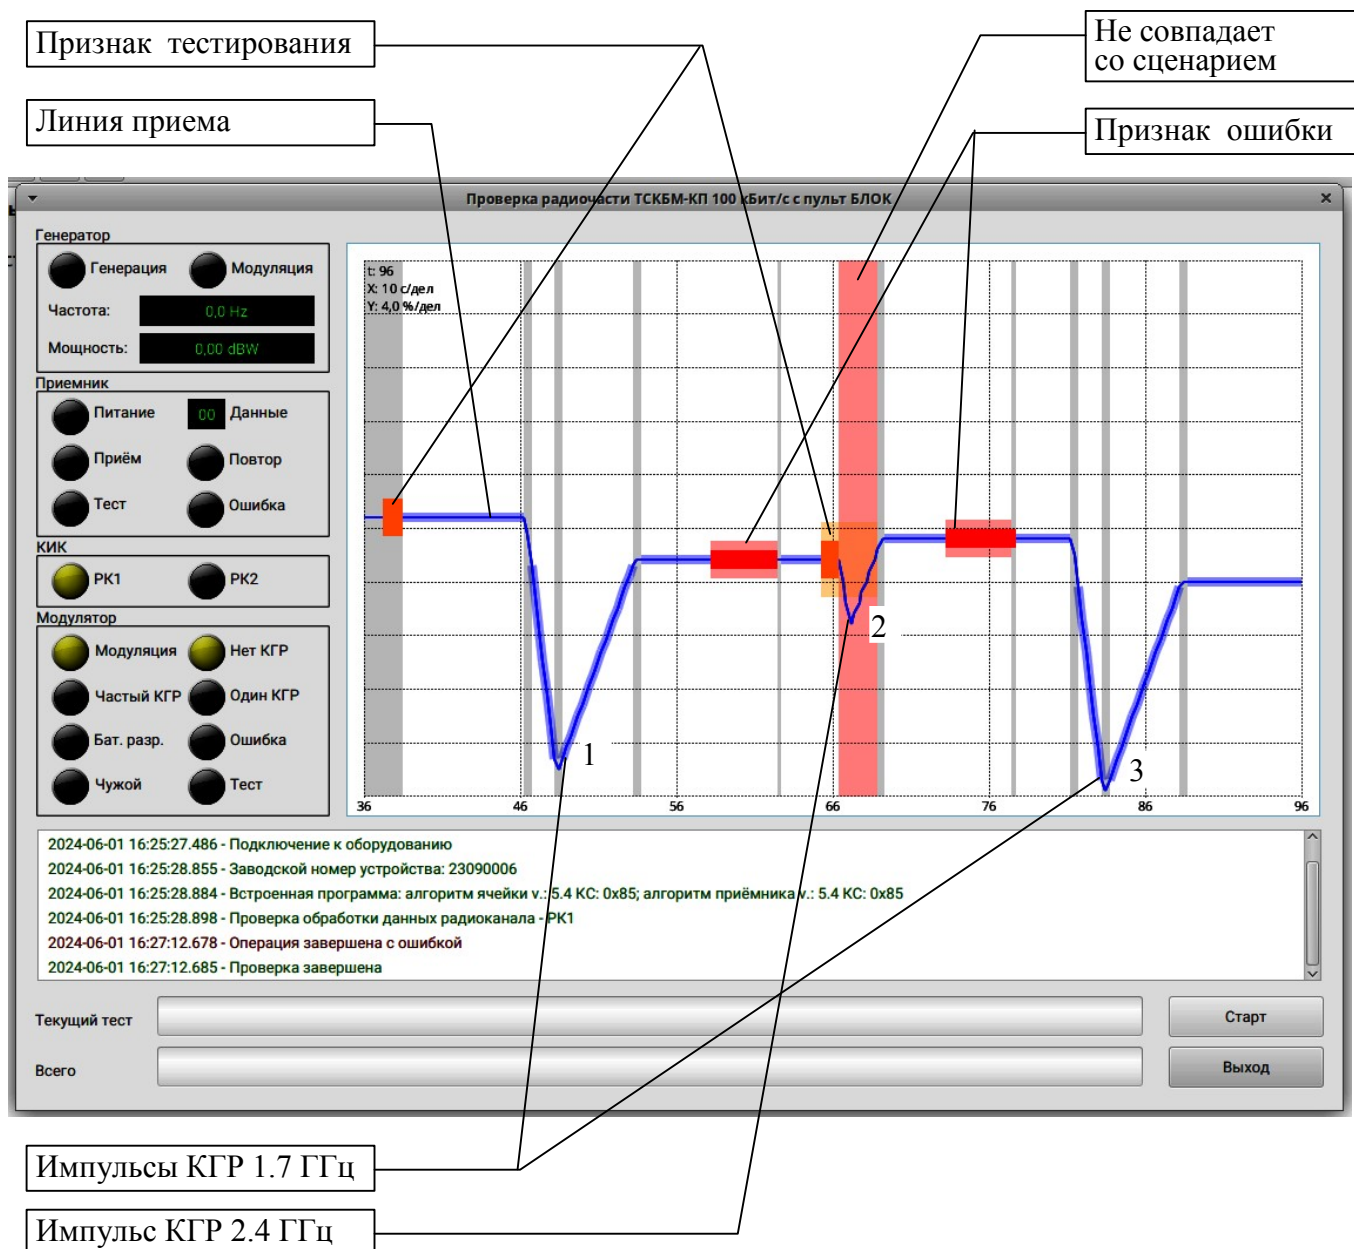

Рисунок 2.4.14.11 – Окно проверки СВЧ части ТСКБМ-КП: $1.7 > 2.4 - 2.4 > 1.7$ ГГц
2) Запустите программу: «Контроль ТСКБМ\Система БЛОК\Прибор ТСКБМ-КП (100 кБит-с)\ Проверка радиочасти (схема с пульт БЛОК)», см. п.2.3.2.1(в), рис. 2.4.14.2. Должно появиться окно «Проверка радиочасти части ТСКБМ-КП 100 кБит/с с пульт БЛОК» см. рисунок 2.4.14.11.
4) Должна начаться автоматическая проверка радиоприемника блока ТСКБМ-КП по радиоканалу 1.7 ГГц РК1. На блоке ТС-ТСКБМ загорится индикатор РК1. В области графика окна проверки радиочасти начнет появляться линия приема (график) принимаемого сигнала, рис. 2.4.14.11.
5) Дождитесь появления признака тестирования и 1-го импульса КГР на линии приема, рис. 2.4.14.11. Расположите прибор ТЛ-ТСКБМ 2.4 ГГц на расстоянии (0.2 – 0.4) м от открытой дверцы экранированного отсека ТСКБМ-Н блока ТС-ТСКБМ. Подождите (3 – 5) с от конца 1-го импульса КГР и включите прибор ТЛ-ТСКБМ 2.4 ГГц: выключатель «ПИТ» установите в положение «ВКЛ».
6) Индикатор «ВКЛ» на ТЛ-ТСКБМ 2.4 ГГц должен начать мигать и через время (3 – 6) с должен перейти в постоянное свечение, что свидетельствует об установлении радиосвязи между ТЛ-ТСКБМ и ТСКБМ-КП в диапазоне 2.4 ГГц. Подождите (3 – 5) с и нажмите кнопку «КГР» на ТЛ-ТСКБМ. На линии приема должен появиться 2-й импульс КГР 2.4 ГГц, рис. 2.4.14.11. Импульсы КГР 1.7 и 2.4 ГГц отличаются амплитудой: КГР 2.4 ГГц имеет меньшую амплитуду 6 %, чем КГР 1.7 ГГц с амплитудой 20 %. Второй импульс КГР совпадает с красной вертикальной полосой. Что означает не совпадение с ожидаемым сценарием программы проверки по радиоканалу 1.7 ГГц. Поскольку включился приоритетный радиоканал 2.4 ГГц.
8) Блок ТСКБМ-КП должен переключиться на радиоканал 1.7 ГГц. Критерием работы ТСКБМ-КП в диапазоне 1.7 ГГц является свечение индикатора ПРИЕМ на ТСКБМ-КП и формирование 3-го импульса КГР 1.7 ГГц на линии приема, см. рис. 2.4.14.11.
(8а) При переключении каналов радиосвязи $1.7 > 2.4$ ГГц и наоборот допускаются разрывы данных приемника либо наличие признака ошибки перед импульсом КГР, см. рис. 2.4.14.11.
– Повторить проверку по пп. 2.4.14.10(3 – 8) и получить результат, показанный на рис. 2.4.14.11а.
9) Дождитесь когда признак Тестирования на линии приема приблизится к левому концу окна проверки и нажмите кнопку Стоп окна проверки, рис. 2.4.14.11. В окне проверки должны быть видны три импульса КГР: два КГР 1.7 ГГц и один КГР 2.4 ГГц как показано на рис. 2.4.14.11. Формирование трех импульсов КГР, связанных с переключением радиоканалов связи $1.7 > 2.4$ ГГц и наоборот, свидетельствует об исправном функционировании блока ТСКБМ-КП как двухдиапазонного 2.4/1.7 ГГц изделия.